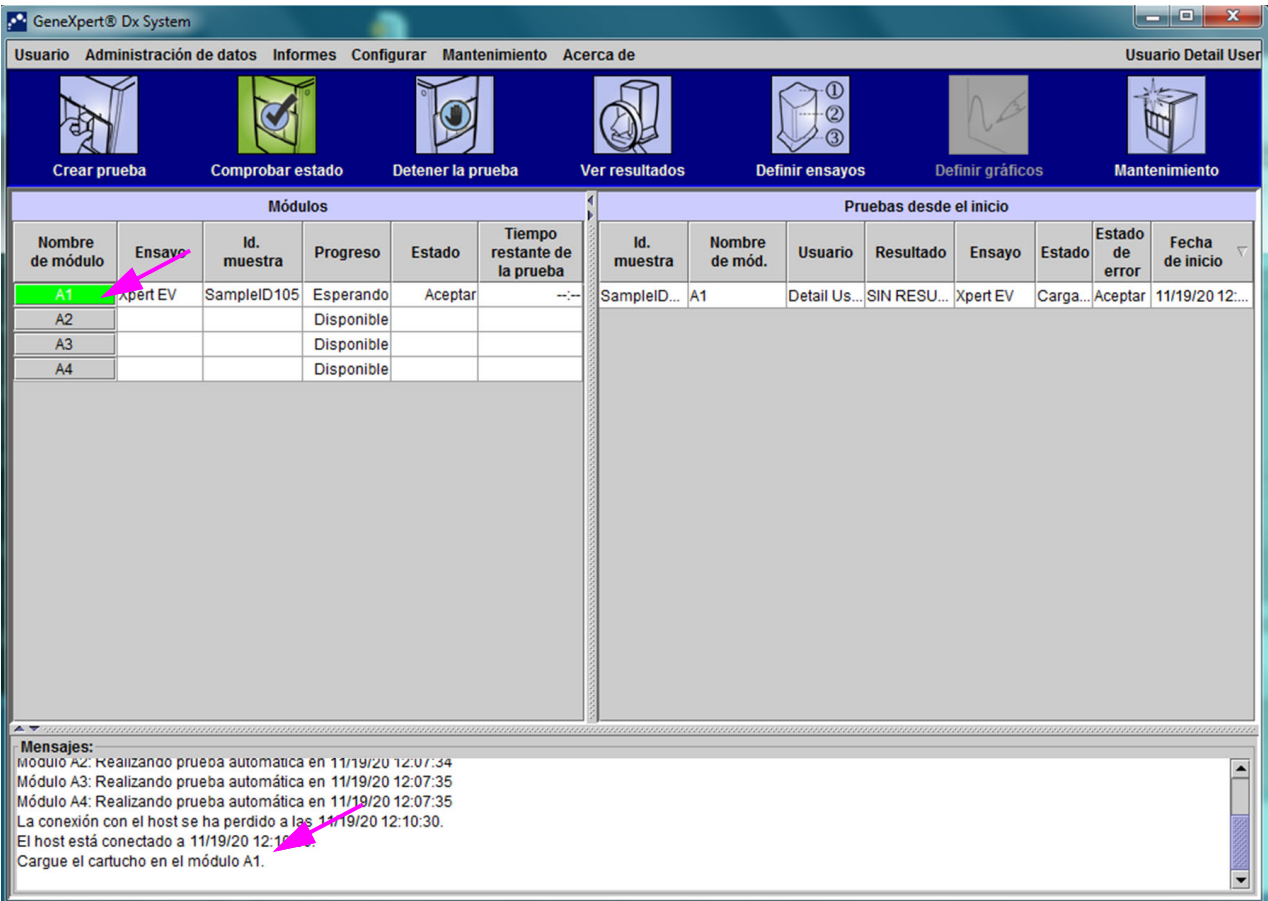

Figura 5-116. Pantalla inicial de GeneXpert, en la cual se muestra el mensaje de carga de cartucho
4. En la sección **Host Test Order Table (Tabla de solicitud de prueba de host)**, (consulte la figura 5-115), revise la solicitud. Introduzca cualquier nota o dato adicional, en caso necesario, y, a continuación, pulse el botón **Start Test (Iniciar prueba)**. Se muestra la pantalla de inicio del GeneXpert en la cual se le pide que cargue el cartucho en el interior del módulo, el cual aparece resaltado de color verde. Consulte la figura 5-116.